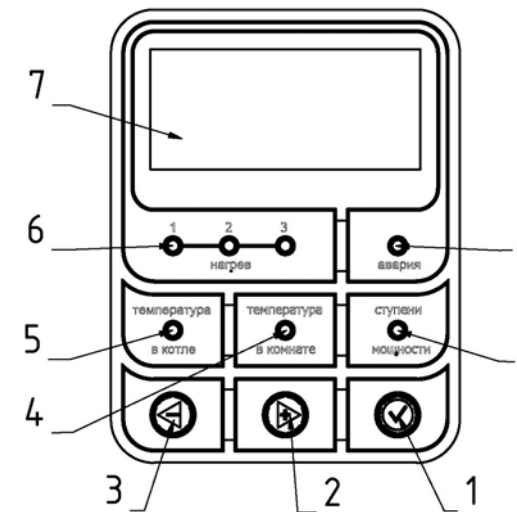

Рис. 5 Панель управления
- ✓ Плата управления (8). Плата анализирует состояние датчика температуры воды, термовыключателя, датчика уровня, датчика температуры воздуха, реле протока (опция). Плата выполняет анализ поступивших сигналов и производит включение или выключение ступеней мощности в зависимости от конкретной ситуации.
- ✓ Плата резервного управления (9), расположена рядом с электронной платой управления и представляет собой планку с разъемами. В случае сбоя в работе платы управления, или выхода ее из строя, до приезда специалистов сервисного центра, прибор можно переключить на работу по механическим датчикам - через плату резервного управления (подробнее см. раздел техническое обслуживание).
- ✓ Плавкий предохранитель (12) предназначен для защиты от короткого замыкания в цепи управления.
- ✓ Набор зажимов (18), предназначена для подключения циркуляционного насоса, стабилизатора напряжения (опция).
- ✓ Автоматические выключатели (13) служат клеммными зажимами, для подключения подводящих фазных проводов L1, L2, L3, а также для защиты от перегрузки по току и аварийного отключения ТЭНов,
4.9. Состояние работы прибора отражается на панели управления (Рис. 5). Панель управления содержит следующие элементы:
- ✓ Дисплей (7) отображает параметры работы прибора.
- ✓ Индикатор «нагрев» (6) показывает, Сколько ступеней мощности (от 1-ой до 3-ех) включено, и работает в данный момент.
- ✓ Индикатор режима отображения температуры теплоносителя в приборе (5)
- ✓ Индикатор режима отображения температуры воздуха в помещении (4)
- ✓ Индикатор режима отображения количества разрешенных для включения ступеней мощности (9)
- ✓ Кнопка уменьшения показаний (3) / прокрутки меню (←)
- ✓ Кнопка увеличения показаний (2) / прокрутки меню (→)
- ✓ Кнопка выбора (1) / входа в меню (✓)
- 7.11. На дисплей выводиться текущая информация о состоянии прибора. С помощью кнопок на панели управления обозначенных (⇐) и (⊕) (Рис.5) (2),(3), можно изменять отображаемые параметры работы, переключаясь между текущими значениями параметров «температура в котле», «температура в комнате», «ступени мощности», свечение индикаторов (5),(4),(9) указывает на отображаемый в данный момент параметр.
- 7.12. Для изменения уставки отображаемого параметра необходимо нажать на кнопку выбора (✓) (1) (Рис.5), перед цифрой на индикаторе появляется нижний пробел (например: _25), это означает, что прибор перешёл в режим изменения уставки, далее с помощью кнопок (⇐) и (⊕) (2),(3), можно задать требуемую уставку параметра. Для выхода из режима установки необходимо еще раз нажать на кнопку (✓), либо подождать ~ 10 секунд.